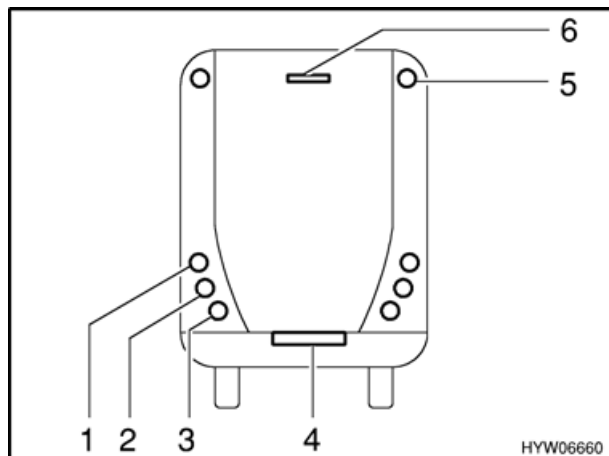

Fig. 98 Luci posteriori
- Svitare le viti degli involucri (Fig. 98,1 a 5).
La terza luce freno (Fig. 98,6) va sostituita assieme al suo involucro.